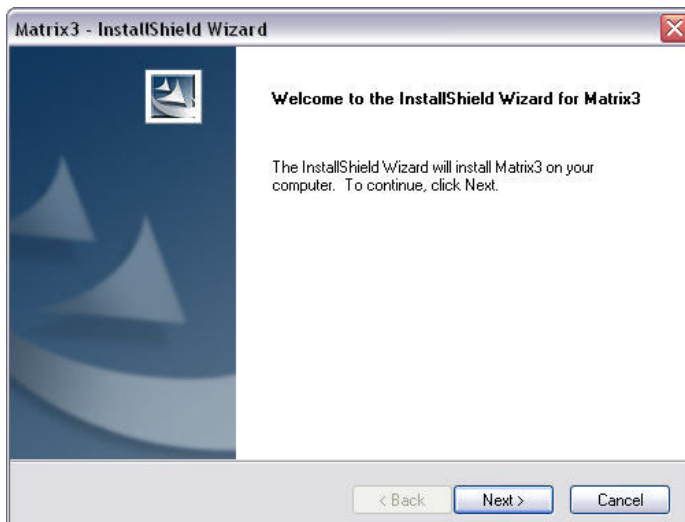

FIG. 17
10. Haga clic en SIGUIENTE. El asistente InstallShield de Matrix 3 comienza la instalación (Fig. 17).